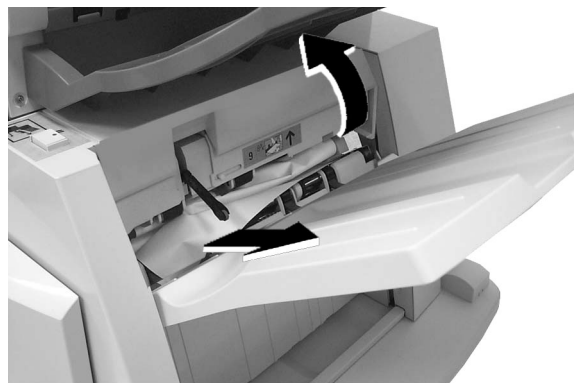

Figura 18: Modo de levantar la cubierta de salida y quitar el papel del área 9
- 1** Levante y sujete la cubierta de salida de la acabadora (Área 9), situada encima de la bandeja de salida de la acabadora (Figura 18).
- 2** Quite la hoja atascada (Figura 18).